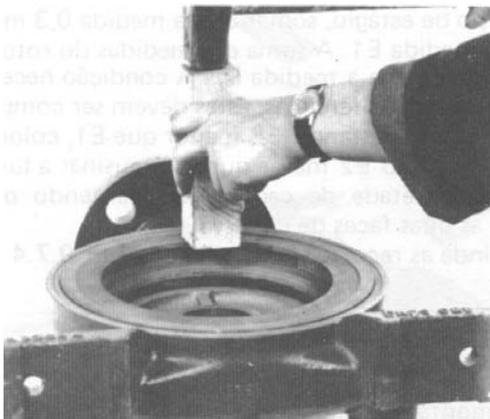

Figura 57 – Montagem do difusor do último estágio (171.1) no corpo de pressão (107)
- Montar o difusor do último estágio (171.1) e o-ring (412.2) no corpo de pressão (107). Vide Figura 57.